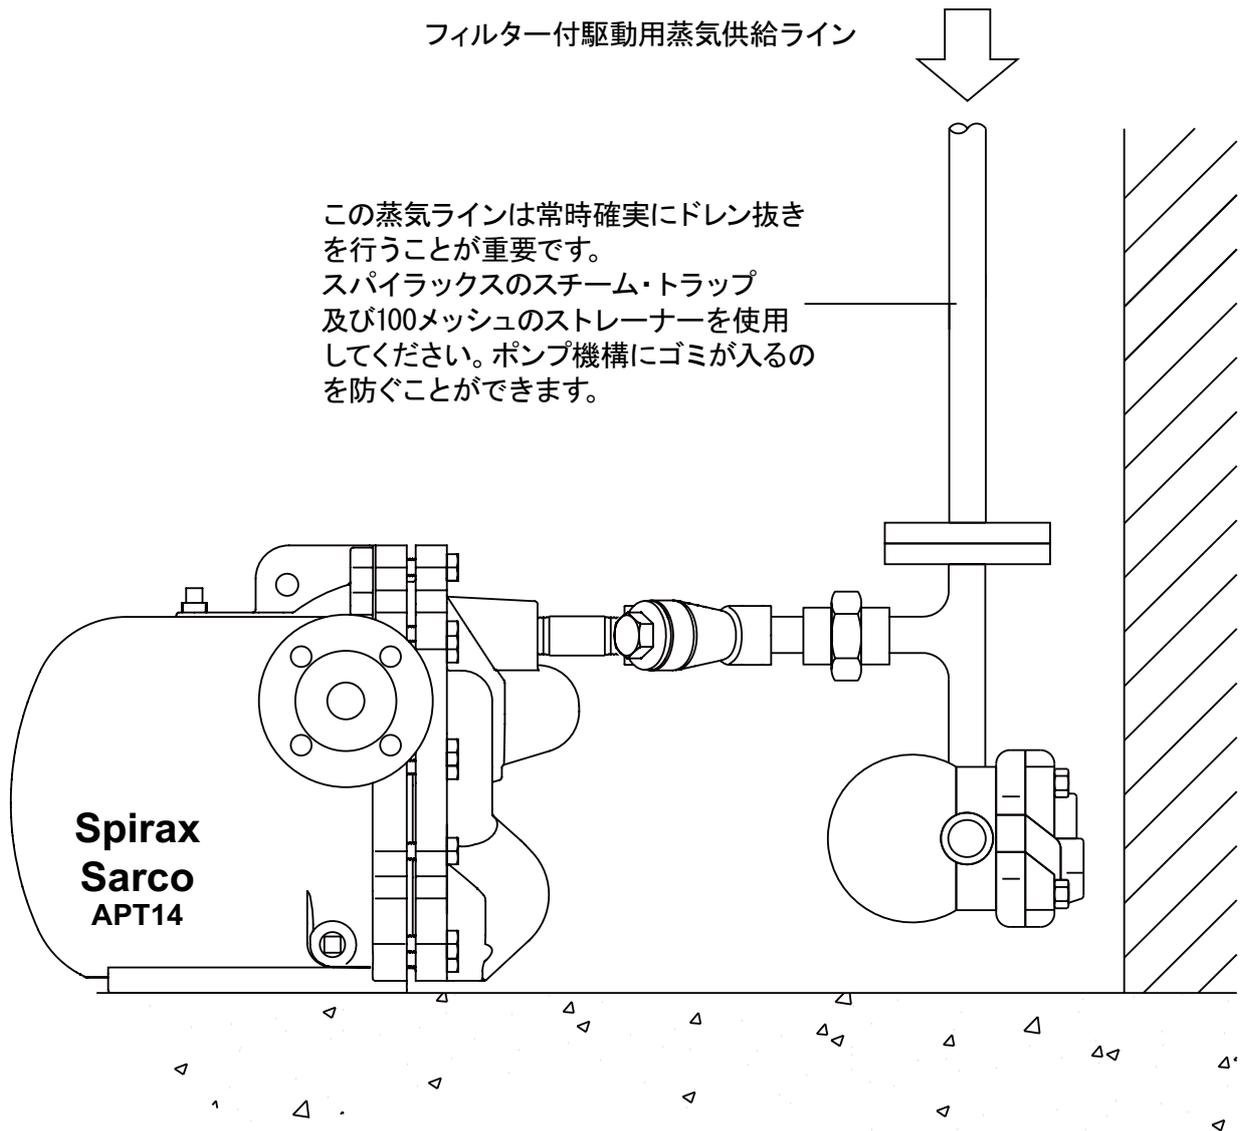
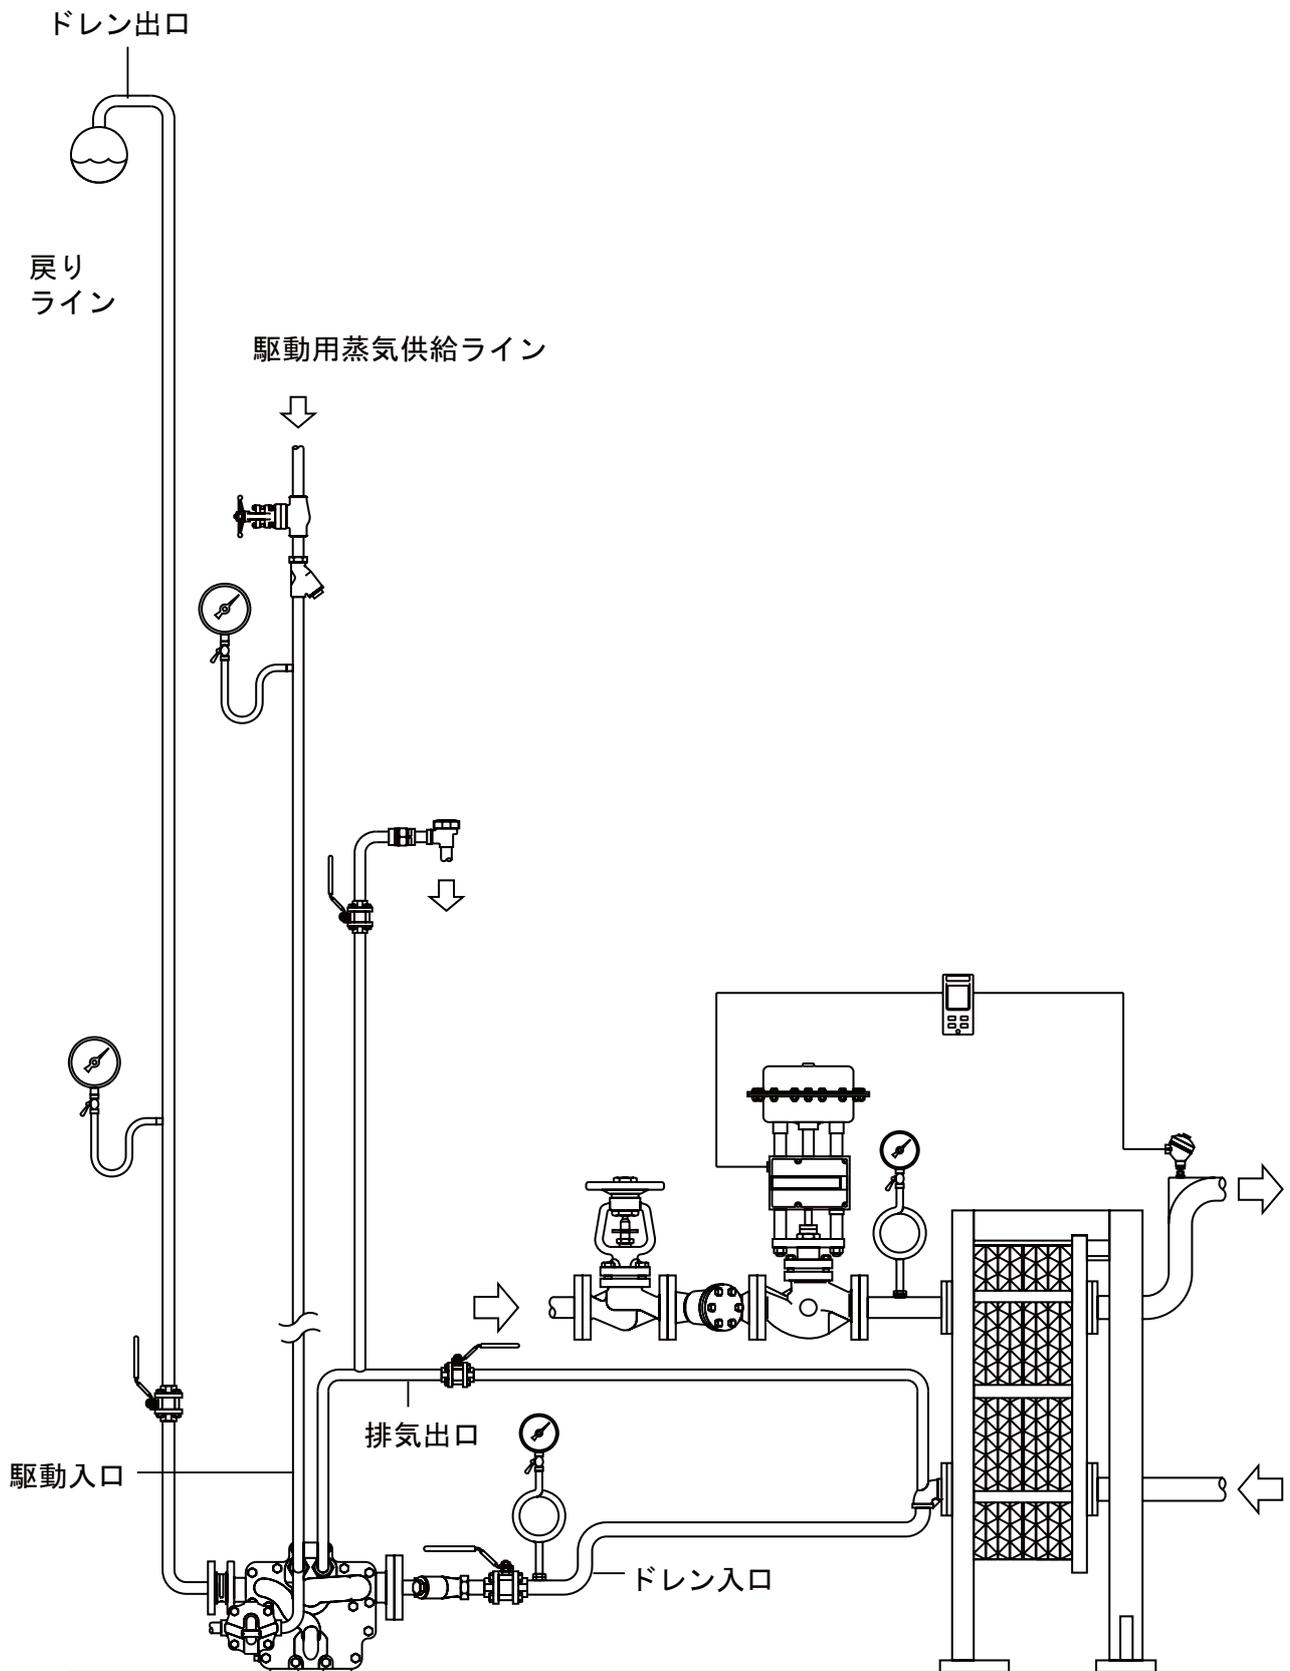

図 14.
図 15. APT14HC 型図示
- 5.1 入口及び出口配管並びに駆動用蒸気配管及び排気管が図14 および図15 に示されている方法に従って接続されていることを確認後、駆動用蒸気遮断弁をゆっくり開き蒸気圧力をAPT14型、APT14HC型あるいはAPT14SHC 型に供給します。排気管/均圧管が遮断されていないことを確認してください。